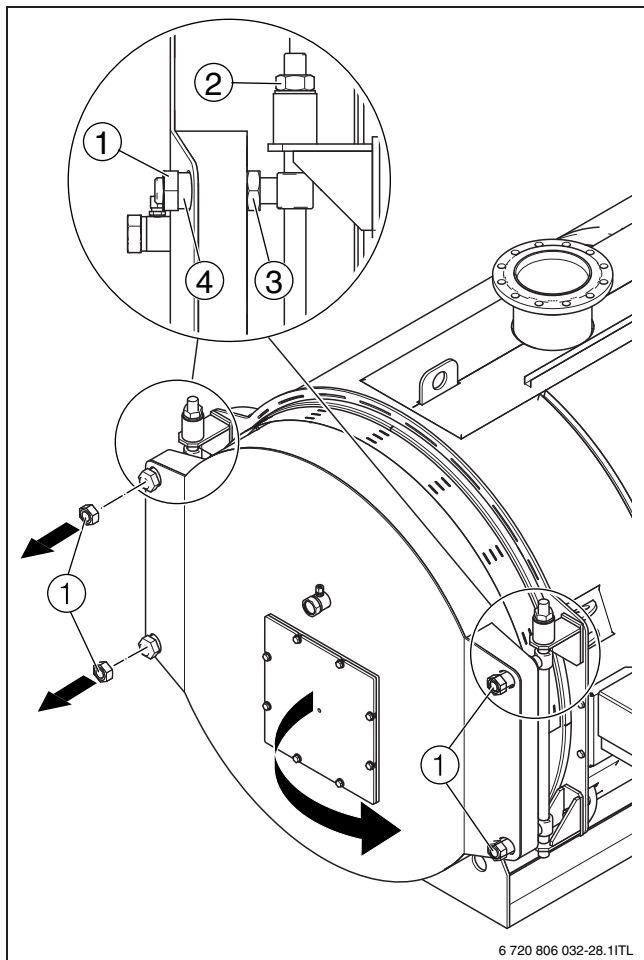

Рис. 16 Открытие двери горелки
### Пояснения к рис. 16:
- ▶ Заверните гайки (→ рис. 16, [1]) на осях шарниров [4], и притяните дверь до уплотнительных поверхностей.